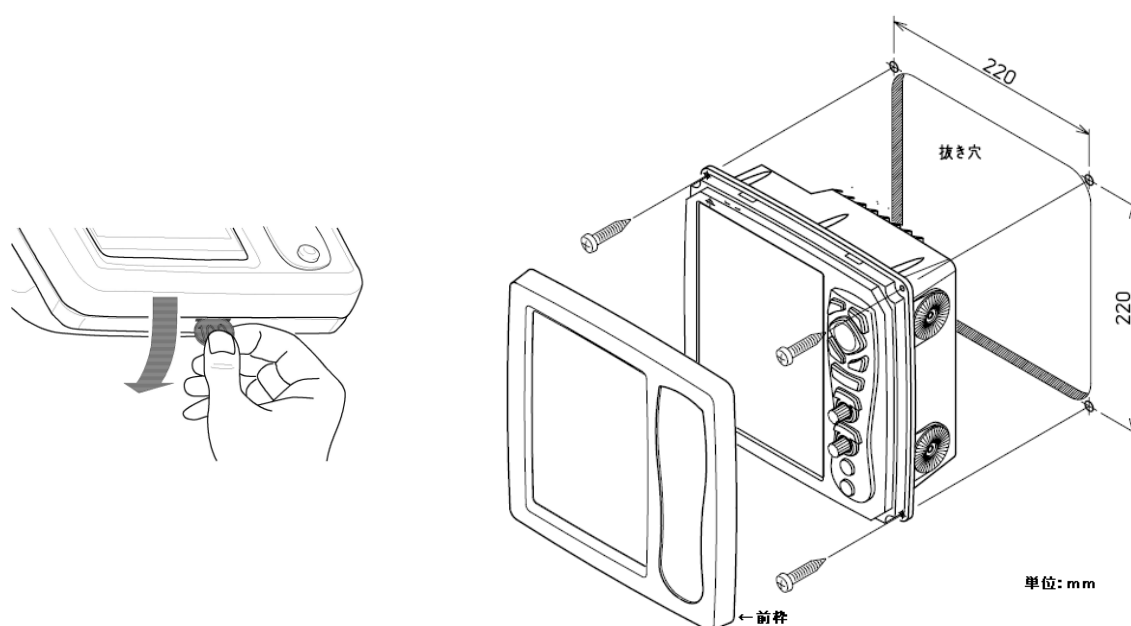
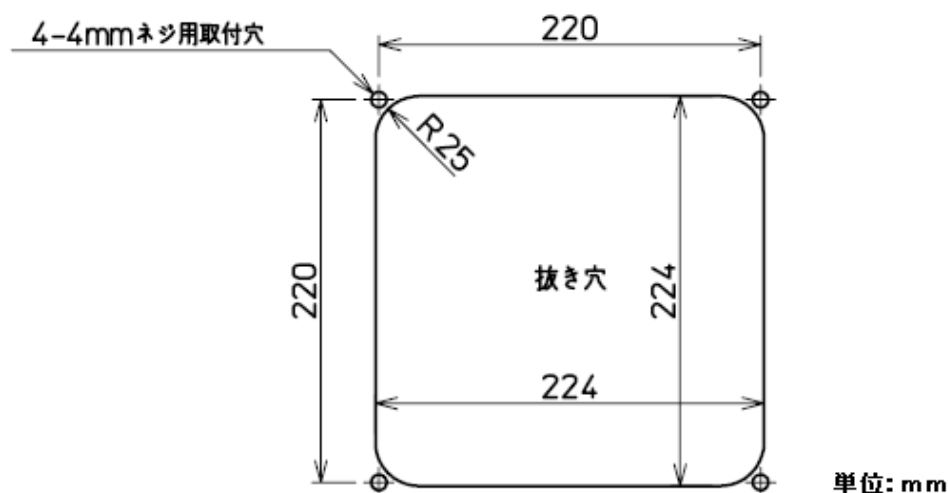

図 6.4 フラッシュマウント取付図
図 6.5 フラッシュマウント取り付け穴加工図
- (1) 設置場所に角穴をあけます。(図 6.5 参照)
- (2) 表示機本体と取付架台を固定しているノブボルトを外し、本体を上方に抜きます。取付架台とノブボルトは使用しません。
- (3) 本体と角穴が合うか、ハメ合わせを確認します。
- (4) 表示機の下部にある溝にコインを挿入し、コインを下に押し、前枠を取り外します。(図 6.4 参照)
- (5) 電源、送受波器およびその他航法装置のコネクターを、それぞれ本体に接続します。
- (6) 表示機を設置する場所(角穴)にはめ込み、4mm のタッピングネジ(または M4 なべ小ネジ) 4 本で固定します。(4mm ネジは取り付け部の厚さに応じたネジを手配してください。)
- (7) (4) 項で外した前枠を取り付けます。